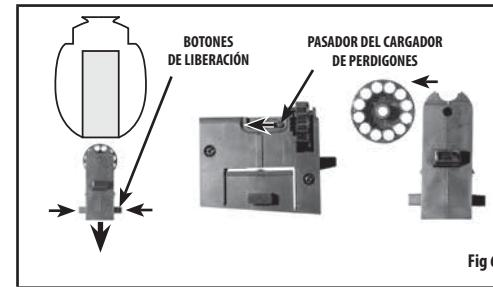

Fig 6
- Deslice el pasador del cargador de perdigones hacia adelante y sáquelo del lateral del depósito de perdigones. (Fig. 6)
- Quite el depósito de perdigones del rifle empujando para unir los botones a ambos lados del cargador y tirando hacia abajo. (Fig. 6)